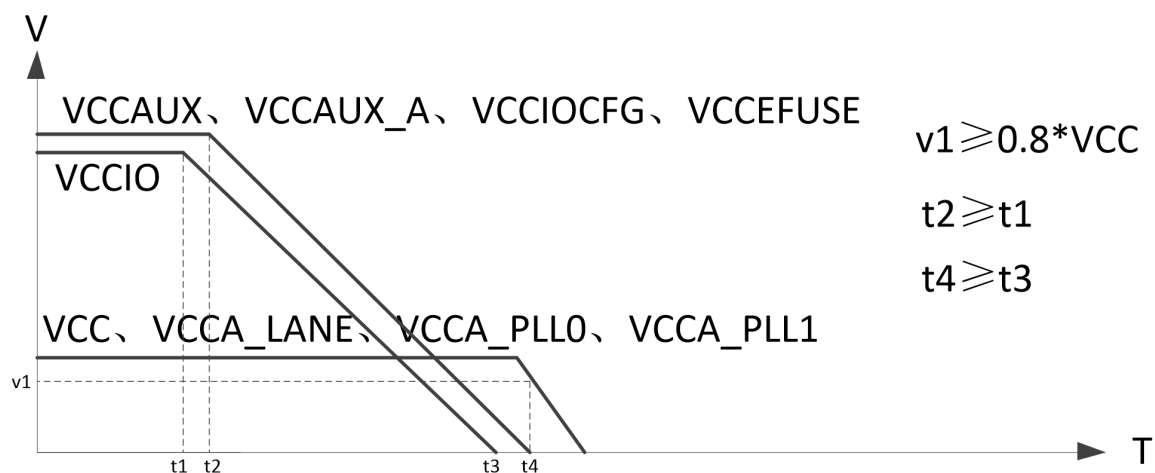

图 2-2 推荐下电时序
- (4) 推荐下电时序如图 2-2 所示;
- (5) 当 VCCIO 与 VCCAUX、VCCAUX_A、VCCIOCFG、VCCEFUSE 电压幅值相同，可共用电源。